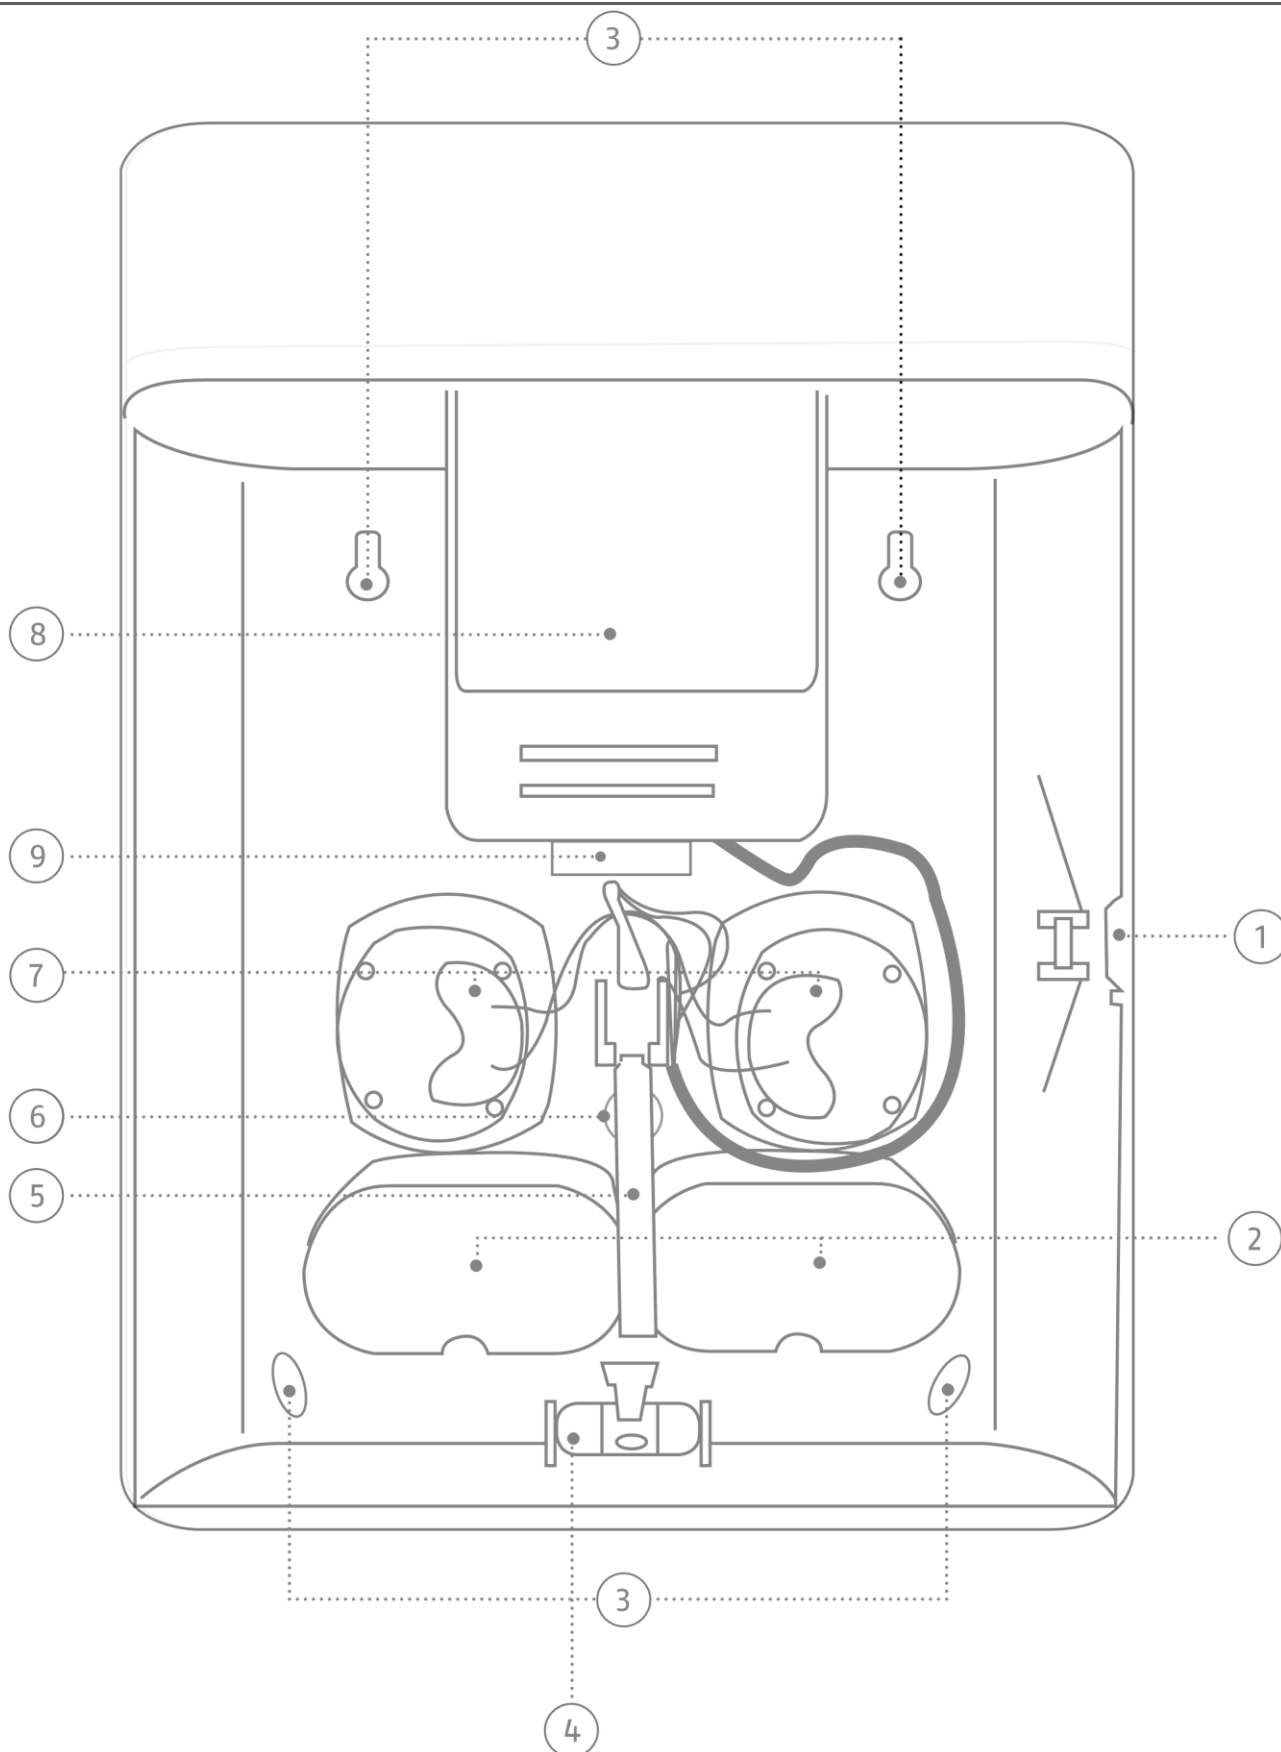

Abbildung 1: Überblick über die Sirene
- Öffnen Sie die Abdeckung für die Deckel-Halteschraube auf der rechten Seite (siehe Abb. 1).